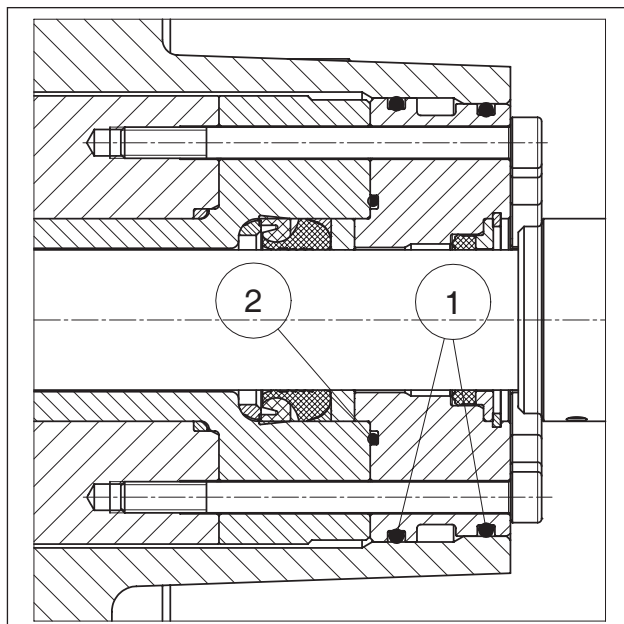
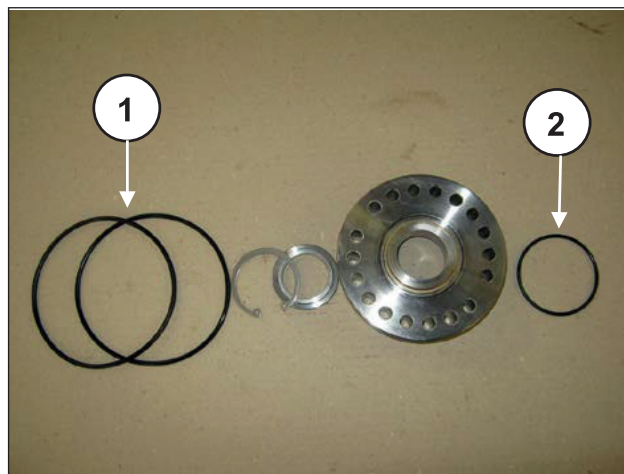

Рис. 206
Рис. 207
Соберите узел опор уплотнений (Рис. 206 и Рис. 207), заменив компоненты ① и ②.